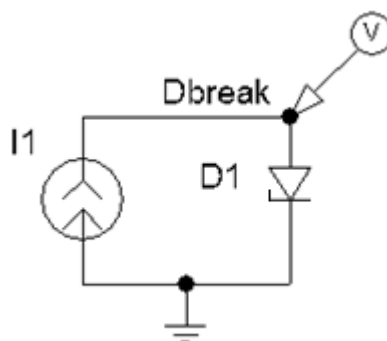

Рис. 7. Схема для получения ВАХ стабилитрона
- 4.5. В операционной системе «Windows» под управлением программы «Schematics» собрать схему рис. 7.